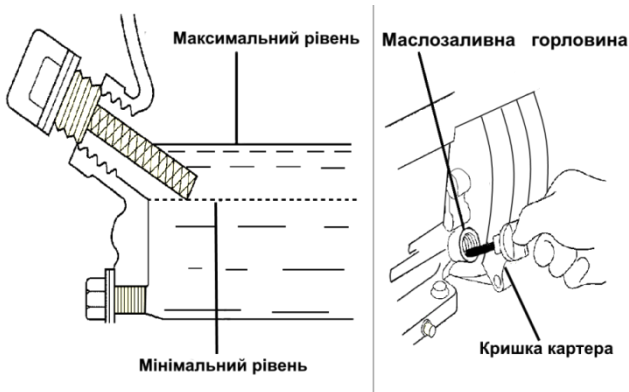

Рисунок 9
Перевірте наявність води для попереднього прокачування. Перед початком процесу необхідно повністю заповнити робочу камеру насоса водою (рисунок 9).
- 1) Вийміть кришку / щуп і начисто протріть його (рисунок 9);